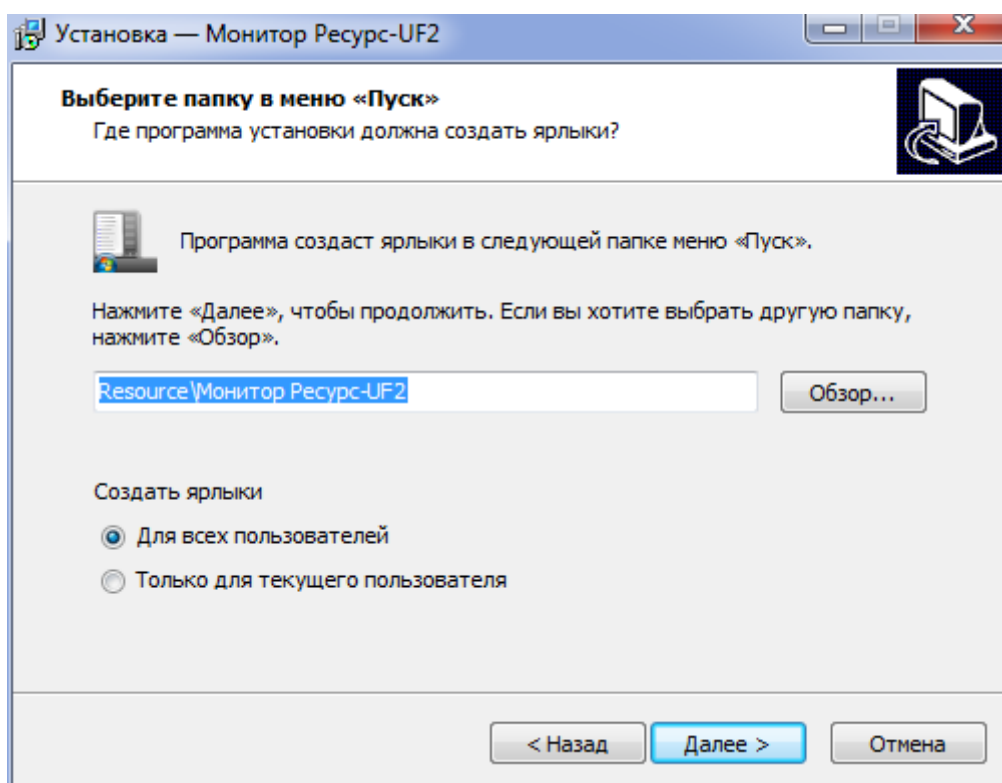

Рисунок 2.3 Диалог «Выбор каталога в меню «Пуск» («Start»)
2.2.3 На следующем этапе установки пользователю предложат уточнить имя каталога в меню «Пуск» («Start») (рисунок 2.3).